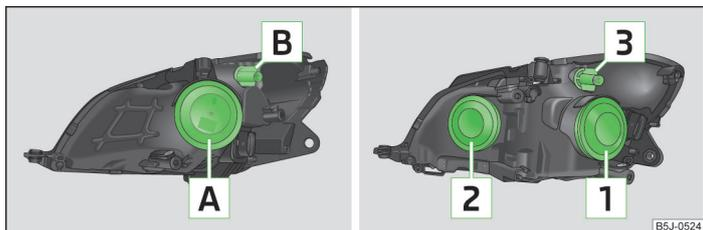

Fig. 157 Asignación de bombillas: faros halógenos / faros proyectores halógenos
- Retirar la tapa de goma » fig. 157 de la página 206.
- Retirar la tapa de goma **1** » fig. 157 de la página 206.
- Retirar la tapa de goma **2** » fig. 157 de la página 206.
- Girar el portalámparas **B** » fig. 157 de la página 206 o el portalámparas **3** hasta el tope **en el sentido contrario** al de las agujas del reloj y sacarlo junto con la bombilla para la luz intermitente.
- Retirar la tapa de goma **A** » fig. 157 de la página 206 ó **2**.